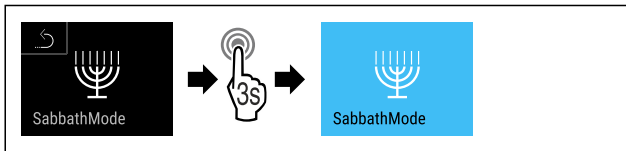

Fig. 12
- ▶ Провести етапи операцій (див. Fig. 12) .